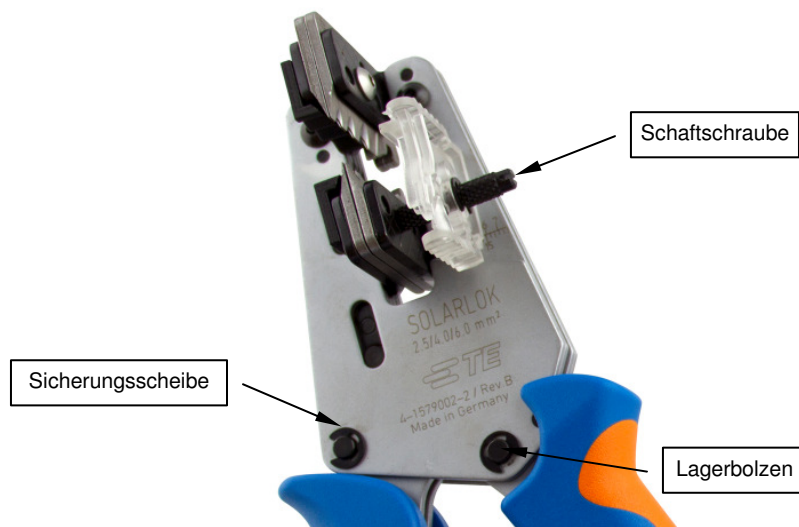

Abbildung 9
2. Stellen Sie sicher, dass die Lagerbolzen eingesetzt und durch die Sicherungsscheiben gehalten werden (siehe Abbildung 9). Die Schaftschraube zur Sicherung des Einstellrades muss fest sein (siehe Abbildung 9).